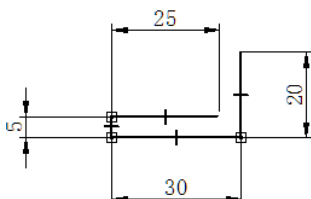

图 7.2.11 绘制直线（二）
Step5. 在“直线”工具条中 **长度(L):** 文本框中输入数值 25，在 **角度(A):** 文本框中输入数值 0，并按下 Enter 键，结果如图 7.2.11 所示。